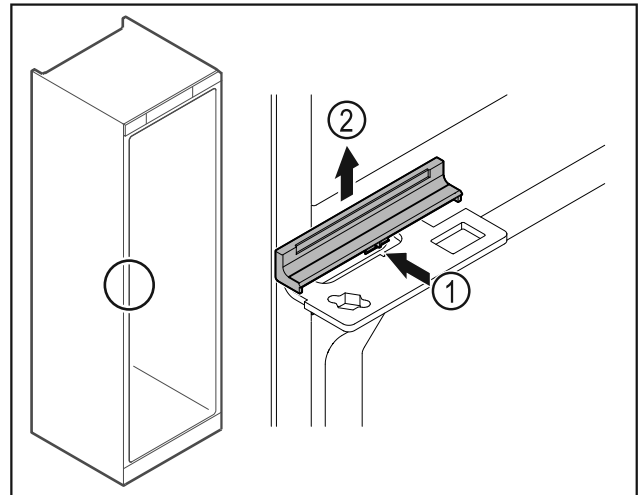

Fig. 43
- Натиснете леко навътре капака Fig. 43 (1) в средата и го свалете нагоре Fig. 43 (2).